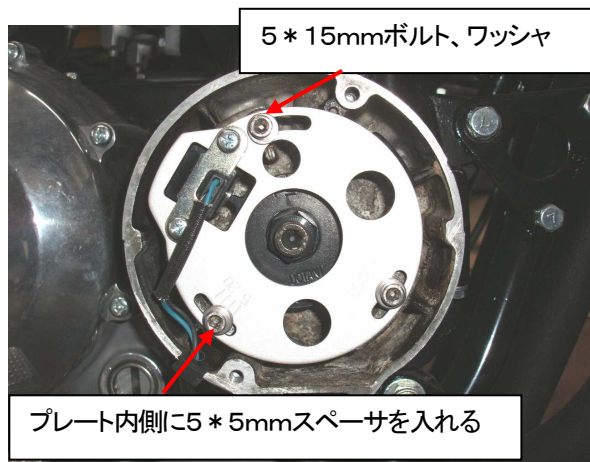

図3、SP II タイミングプレート
- ③SPⅡピックアップコイルASSY(タイミングプレート付)を付属の5 * 15mmボルト、5mmワッシャ、5 * 5mmスペーサを使用して装着してください。ピックアップコイルのエアギャップを0. 4~0. 6mmに調整して下さい(図3、4、5)。
- ④9ページ「プラグコードコネクタ装着方法」に従ってプラグコードを SPⅡコイルに装着して下さい。プラグコード／キャップはリーク防止のため、新品又は良品を使用して下さい。